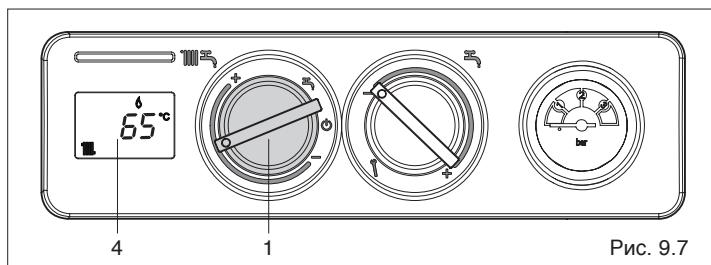

Рис. 9.7
- **Режим «Зима»:** установите переключатель режимов работы (1, Рис. 9.7) внутри зоны, обозначенной знаками + и - если вы хотите, чтобы котёл работал на отопление и на ГВС. Приоритет будет у функции ГВС. При запросе горячей воды на дисплее (4, Рис. 9.7) отобразится температура воды в бойлере, значок работы в режиме ГВС и значок пламени . При запросе тепла для отопления котёл включится, на дисплее (4, Рис. 9.7) отобразится температура воды в котле, значок работы в режиме отопления и значок пламени . Если на дисплее появится значок и код аварии, значит, котёл находится в режиме временной остановки (смотри главу "Режим работы котла и неисправности").